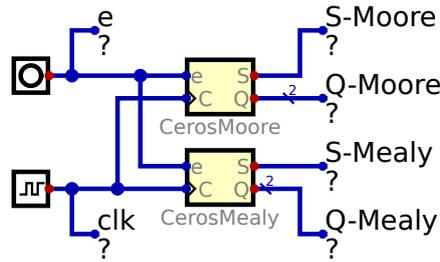

Figura 5.2: Comparador de versiones Moore y Mealy.
5. Crea un nuevo circuito (`CerosMooreMealy.dig`) para comparar las versiones Moore y Mealy tal y como se muestra en la figura 5.2. Hay que usar una única señal de reloj a 1 Hz con la marca de "Iniciar el reloj de tiempo real".